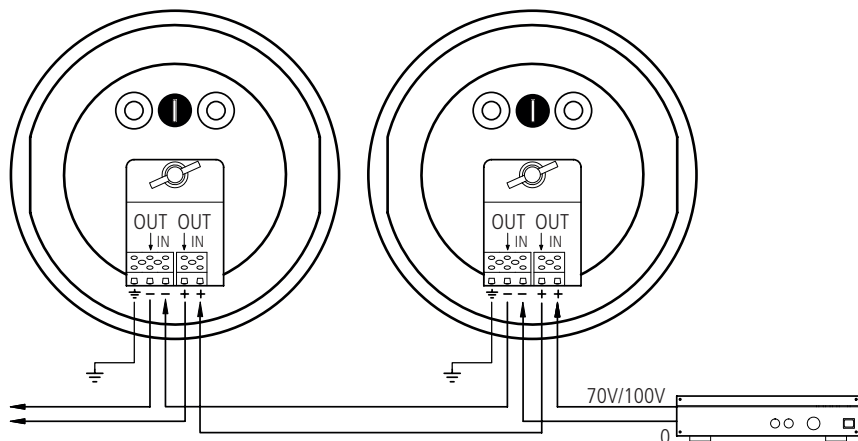

FIGURA 5
I collegamenti con la linea audio si realizzano tramite i due morsetti ceramici presenti all'interno del fondello e possono essere effettuati anche senza la presenza del diffusore, che può essere installato in un secondo momento. I morsetti **IN +/-** consentono l'ingresso del segnale audio, mentre i morsetti **OUT +/-**, essendo direttamente connessi ai corrispondenti morsetti **IN +/-**, possono essere utilizzati come uscita per il collegamento in parallelo di altri diffusori (figura 5).
1. Inserire i cavi attraverso i due passacavi in gomma I (figura 5) del fondello.
1. Inserire il conduttore di protezione dell'impianto di messa a terra locale attraverso uno dei due passacavi in gomma **I** (figura 5) del fondello del diffusore.
2. Collegare il conduttore di terra al contatto della morsetteria avente il simbolo di terra (figura 5).